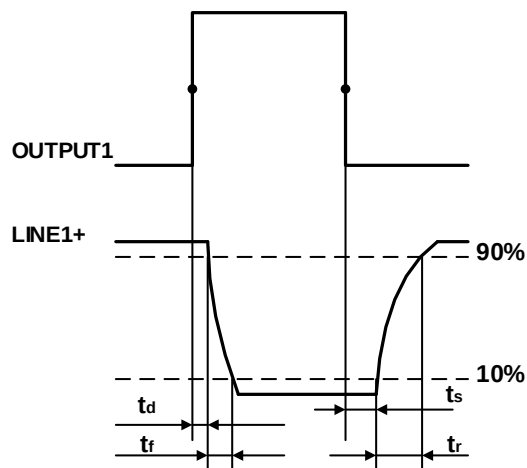

图 7-6 光耦隔离输出电路参数
- 上升沿延时=tr+td：<50μs (0°C~45°C)，参数说明见图 7-6
- 下降沿延时=ts+tf：<50μs (0°C~45°C)，参数说明见图 7-6
- 上升沿延时= t_r+t_d ： $<20\mu\text{s}$ ($0^{\circ}\text{C}\sim 45^{\circ}\text{C}$)，参数说明见图 7-6
- 下降沿延时= t_s+t_f ： $<20\mu\text{s}$ ($0^{\circ}\text{C}\sim 45^{\circ}\text{C}$)，参数说明见图 7-6